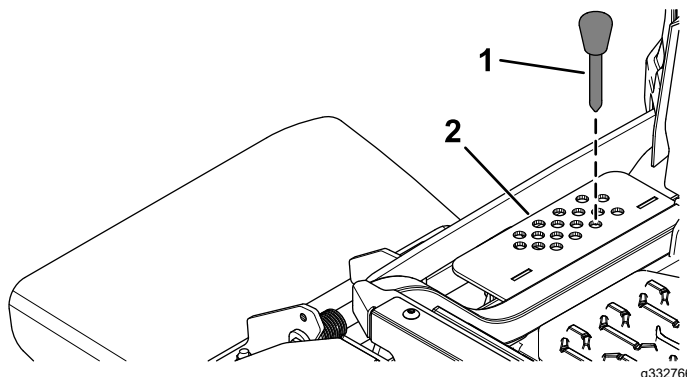

Bild 2
9. Entfernen Sie den Schnitthöhenstift aus der Schnitthöhehalterung (Bild 2).